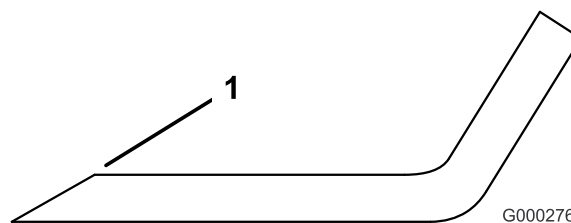

Figure 58
1. Au moyen d'une lime, aiguisez les tranchants aux deux extrémités de la lame (Figure 58). Veillez à conserver l'angle de coupe d'origine. Limez la même quantité de métal sur chacun des deux tranchants pour ne pas déséquilibrer la lame.